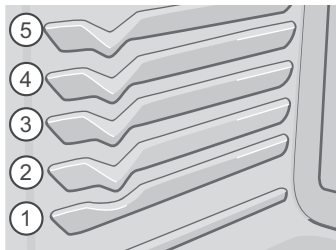

Figure 8 : Positions des grilles
- Pour obtenir de meilleurs résultats lorsque vous utilisez deux grilles pour la cuisson de gâteaux, placez ces dernières aux positions 2 et 4 (Figure 8).